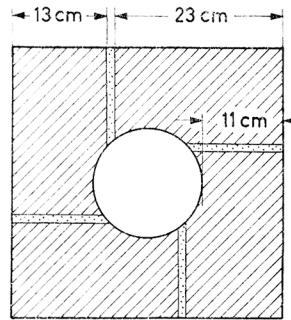

Fig. 212.
- 212 En pipe med innvendig sirkulært tverrsnitt har flere fordeler framfor en kvadratisk. Fig. 212 viser en slik utførelse. Et av de større teglverker vil ta opp produksjonen av spesialstein for en slik pipe.